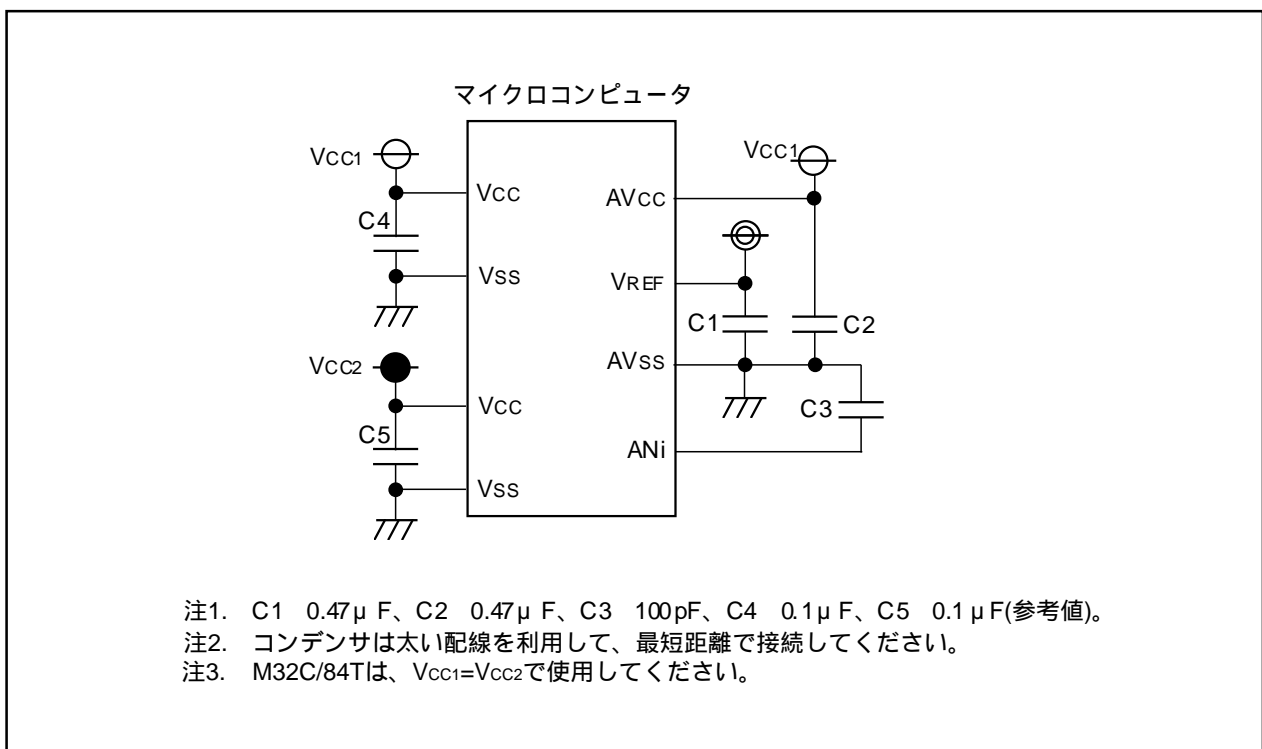

図27.4 各端子の処理例
- ノイズによる誤動作やラッチアップの防止、また変換誤差を低減するため、AVCC端子、VREF端子、アナログ入力端子(ANij (i=なし, 0, 2, 15, j=0~7))とAVSS端子の間に、それぞれコンデンサを挿入してください。同様にVcc端子とVss端子の間にもコンデンサを挿入してください。図27.4に各端子の処理例を示します。